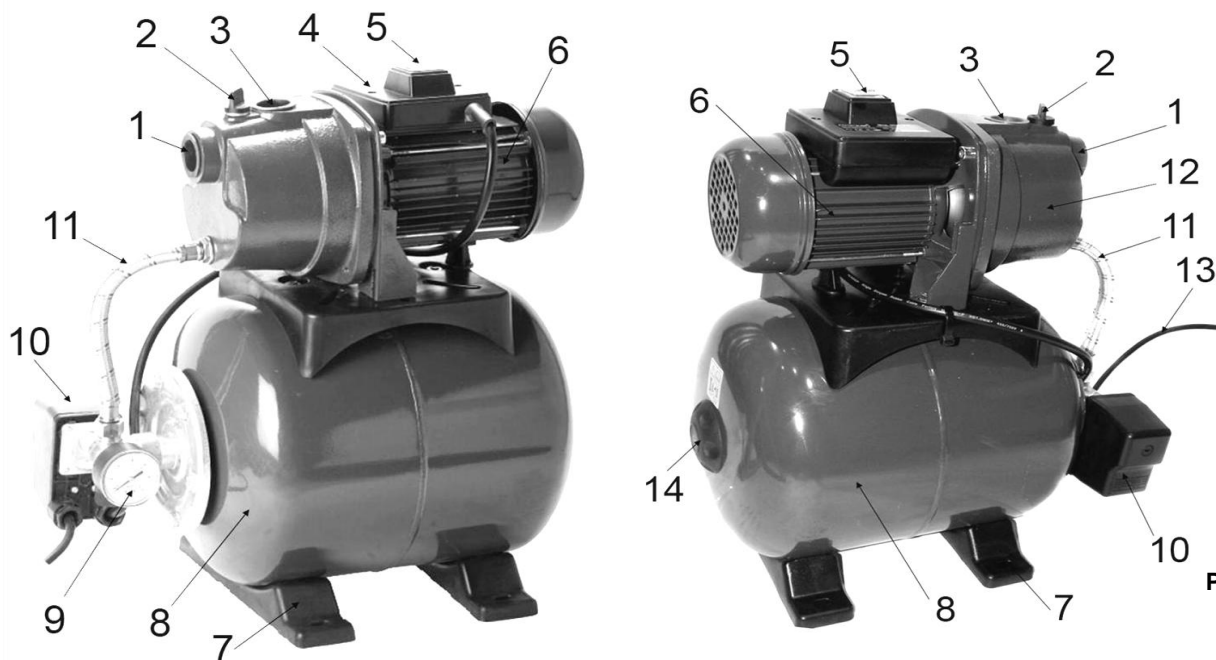

Рис. 1
- Электронасос состоит из насосной части и электродвигателя (6)(См. Рис.1), который крепятся на переходном фланце.
- Электродвигатель (6)(См. Рис.1) - асинхронный, закрытого типа с наружной вентиляцией. На двигателе установлена клеммная коробка (13), в которой находятся конденсатор и клеммные колодки для соединения электродвигателя с кабелем питания.
- Гидроаккумулятор (8) предназначен для аккумуляирования воды под давлением. Состоит из резервуара со сменной резиновой мембраной, имеет пневмоклапан для закачки воздуха.
- Реле давления (10) служит для автоматического включения и выключения насоса в зависимости от давления воды в системе.
- Манометр (9) предназначен для визуального контроля давления в системе.
- После прекращения отбора воды потребителями давление воды в системе растёт до верхнего предела настройки реле давления (10).
- Реле давления (10) автоматически выключает насос.
- В отверстия напорного и, соответственно, всасывающего патрубка (3) и (1) (См. Рис.1; 2) установите штуцера или другие соединительные элементы водопроводной системы (в комплект поставки не входят), обеспечив герметичность соединения.
- Перед запуском насосной станции необходимо убедиться в наличии давления (1,5 - 2 бар) в ресивере (8)(См. Рис.1).
- Выкрутите пробку заливного отверстия (2)(См. Рис.1).
- Закрутите заливную пробку (2)(См. Рис.1).
- Нажмите на кнопку включения (5)(См. Рис.1).